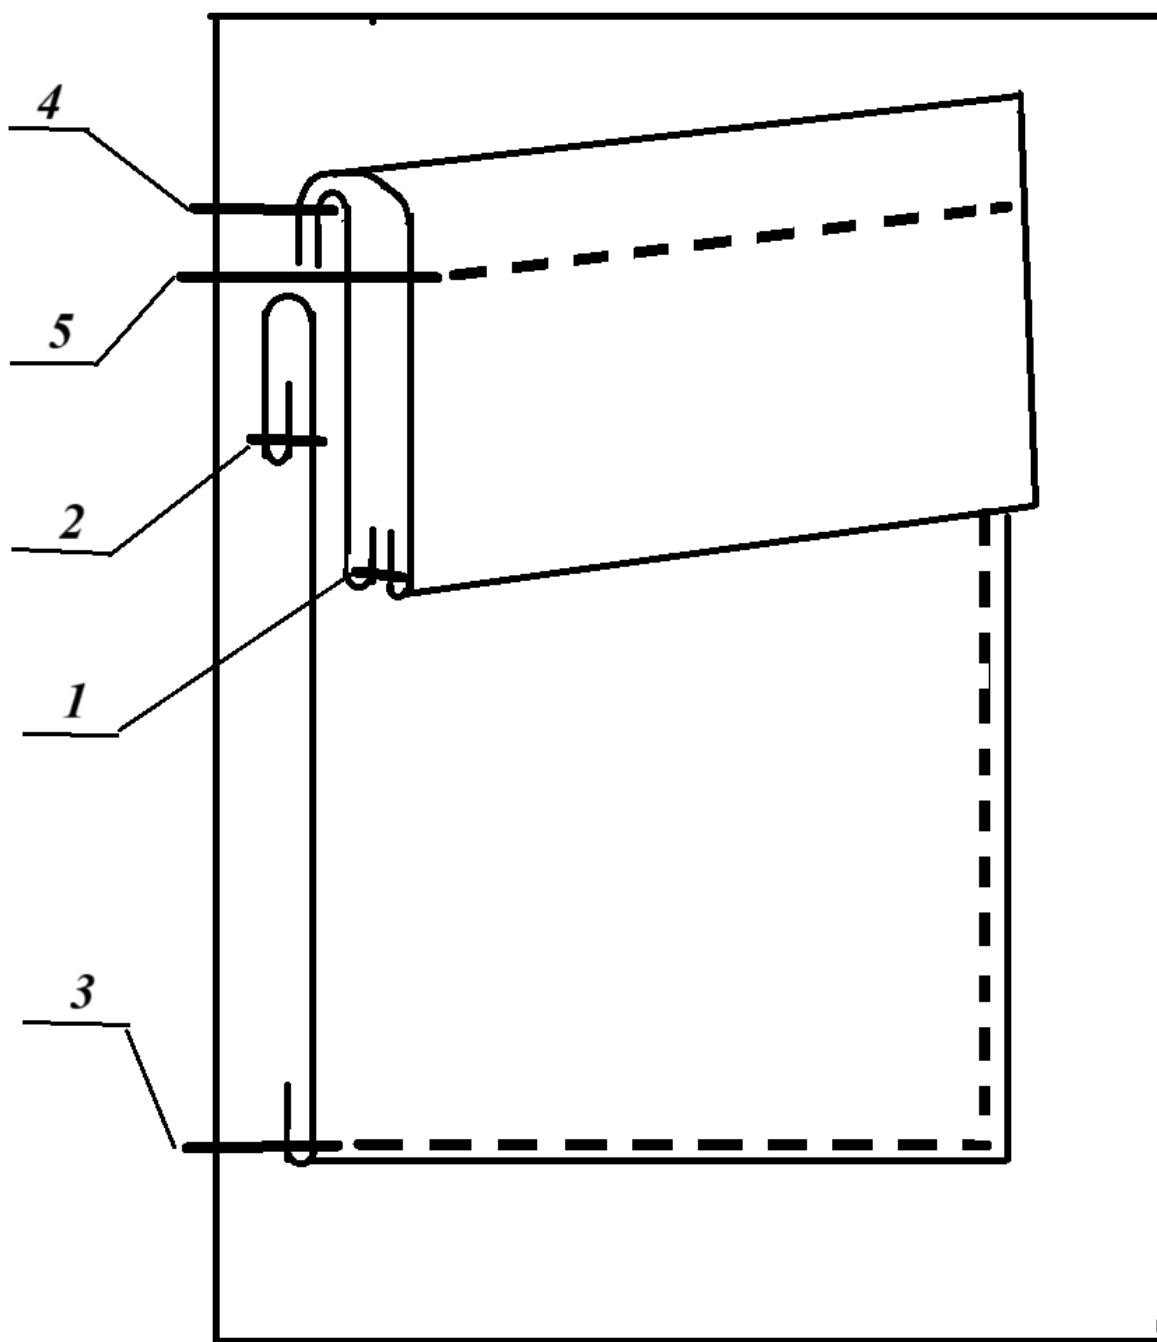

Рисунок 2 – Схема обработки накладного кармана с клапаном
2) *При пошиве можете воспользоваться рекомендованной технологической последовательностью изготовления, приведенной ниже (стр. 11), а также схемой обработки (стр. 12, рис. 2), или применить свой метод изготовления, не ухудшающий качество и полностью соответствующий заданному внешнему виду фрагмента модели сарафана.*